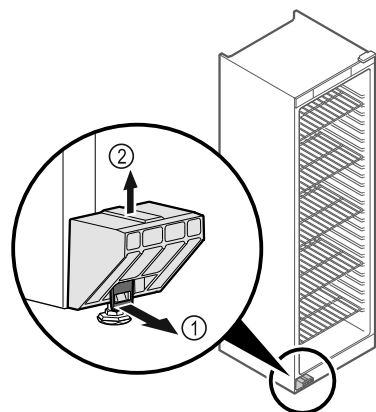

Fig. 6
- ▶ Vytáhněte sponu Fig. 6 (1) směrem dopředu.
- ▶ Vytáhněte transportní pojistku Fig. 6 (2) směrem nahoru.